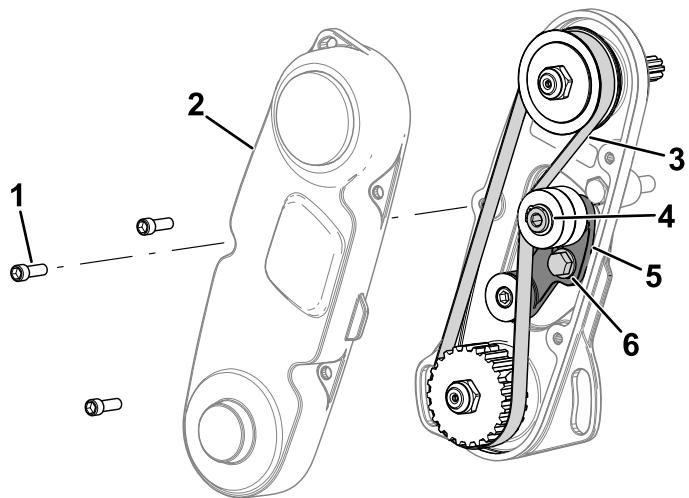

图 4
C. 拆下皮带罩露出皮带 图 4。
D. 拧松怠轮臂螺栓并旋转怠轮臂 图 4以释放皮带的张紧力。
E. 拆下皮带显示在 图 4中。
- G. 如 图 4所示安装皮带向怠轮臂内六角施加 $6\sim7\text{N}\cdot\text{m}$ 的力张紧皮带。